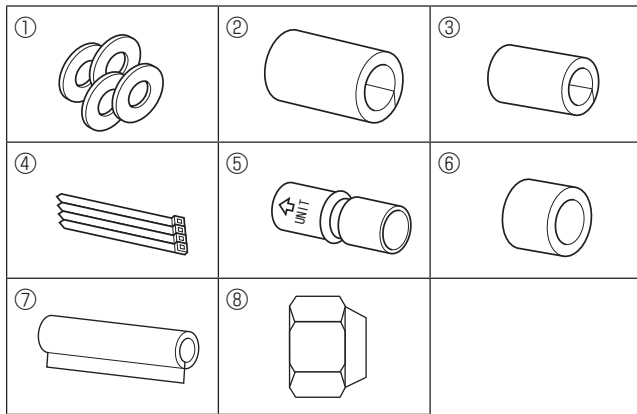

Fig. 3-1
3.1. Sprawdzić wyposażenie jednostki wewnętrznej (Fig. 3-1)